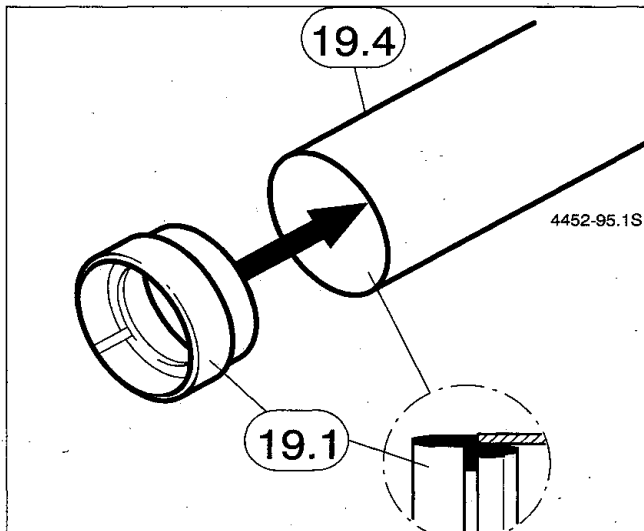

Bild 19
- Stecken Sie die Dichtung (19.1) auf das Abgasrohr (19.4) (Bild 19).